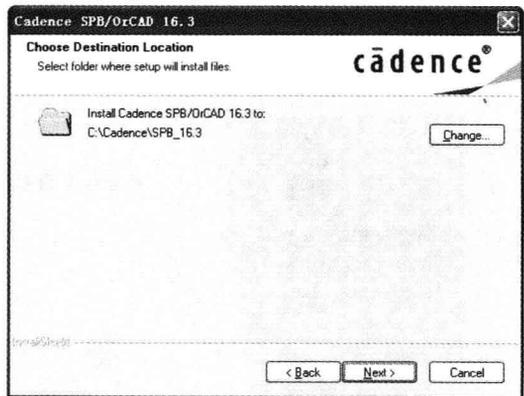

图 1.2.9 “Choose Destination Location”窗口
(4) 单击“Next”按钮, 出现“Choose Destination Location”窗口, 再单击“Change...”按钮, 选择所安装目标位置的路径, 如图 1.2.9 所示。